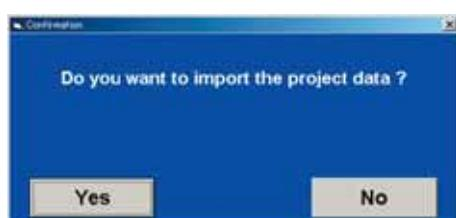

Рис. 4.1.8
После выбора проекта из перечня и нажатия на кнопку "Импорт проекта" (Import project) (9) откроется окно подтверждения (рис. 4.1.8). При нажатии на кнопку "Да" (Yes) откроется окно обращения к файлу (рис. 4.1.8), который расположен в папке, указанной пользователем (см. 2-1-3 3).